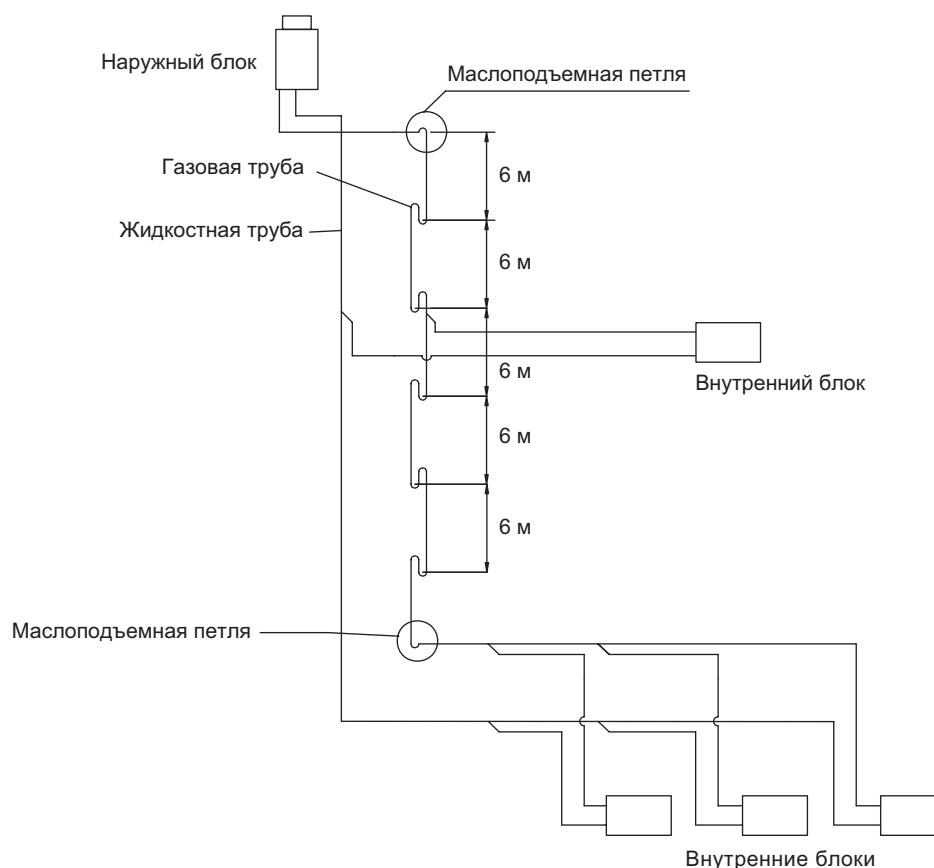

Рис. 6.4
6.3.10 При установке наружного блока выше внутренних необходимо через каждые 6 м по высоте на газовой магистрали устанавливать маслоподъемные петли см рис. 6.4.